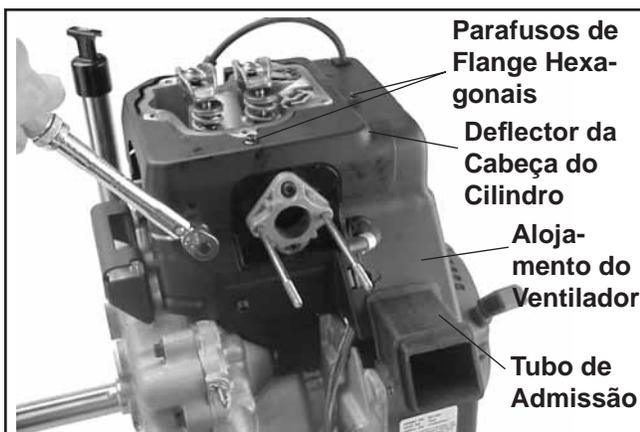

Figura 11-42. Instalar o Deflector da Cabeça do Cilindro e o Tubo de Admissão.
3. Instale o deflector da cabeça do cilindro na cabeça do cilindro utilizando os parafusos de flange hexagonais. Aperte os parafusos até 3,9 N·m (35 pol. lb.). Consulte a Figura 11-42.